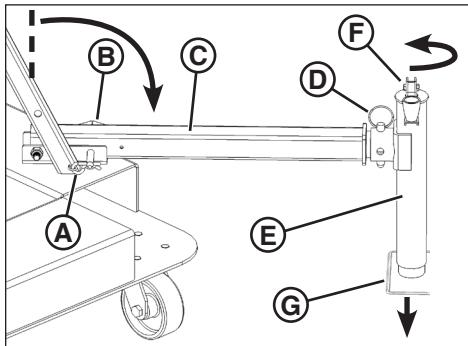

Figura 7
- Retire el pasador de bloqueo (A, figura 7) y el pasador de bloqueo del balancín (B).
- Baje el balancín (C, figura 7) en la posición de operación como se muestra, y bloquee en la posición de operación con el pasador de bloqueo del balancín. Asegure el pasador de bloqueo del balancín con el pasador de retención.
- Retire el pasador de bloqueo del gato del estabilizador (D, Figura 7). Gire el gato
4. Despliegue el mango (**F**, figura 7) del gato del estabilizador. Gire el mango hacia la izquierda para bajar el pie del gato (**G**) de manera firme en la superficie del sitio de trabajo.